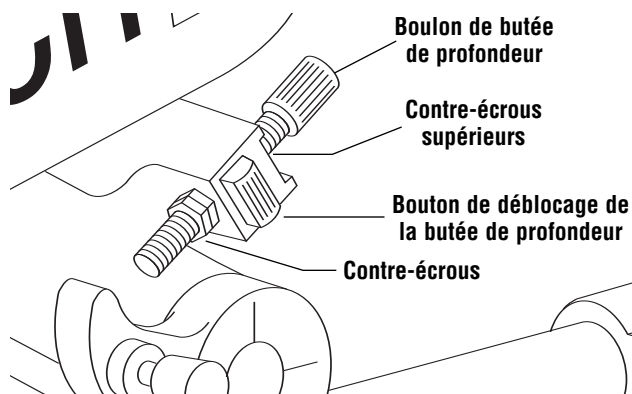

Figure 1. Coupe de rainures
1. Pour faire des réglages importants, enfoncez le bouton de déblocage de la butée de profondeur et faites coulisser le boulon de butée de profondeur pour le mettre à la position désirée (Figure 1).